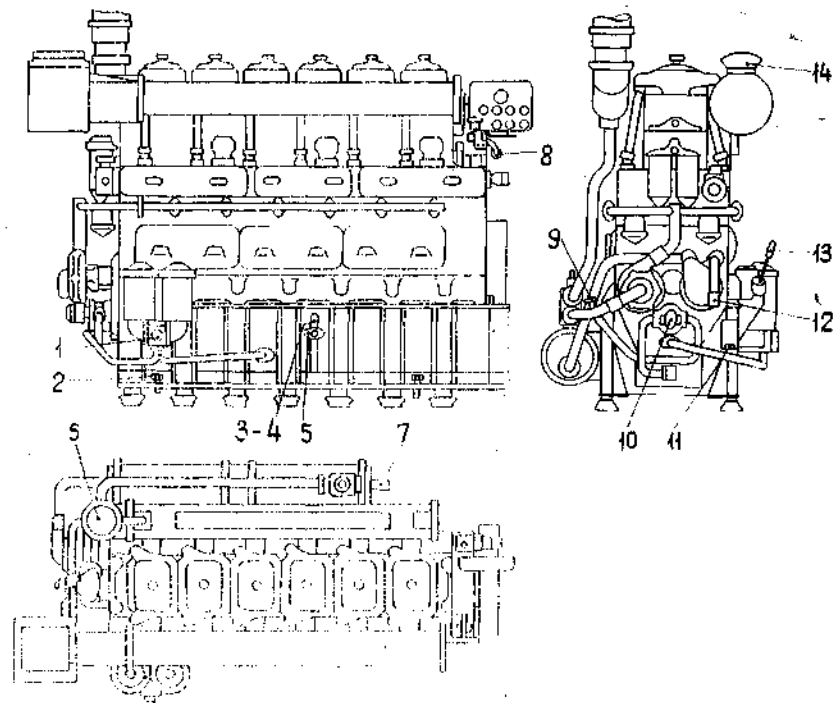

Рис. 125. Присоединение трубопроводов и расположение отдельных устройств на дизеле:
4. Присоединить к дизелю судовые топливные, воздушные, водяные и выпускной трубопроводы. Места присоединения трубопроводов показаны на рис. 125.